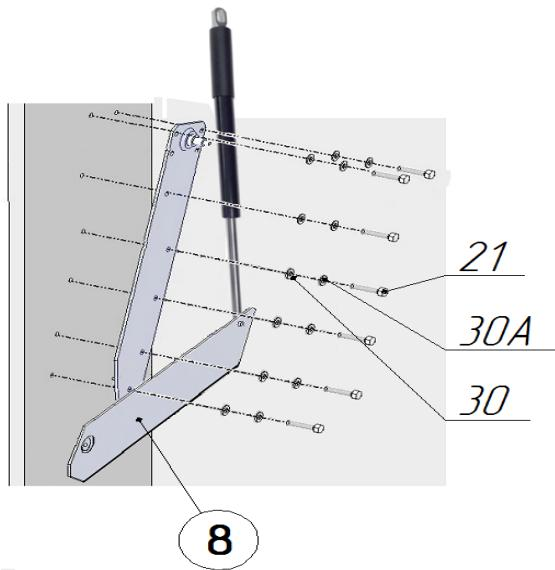

Рис.4.1 Слева
10) Присоединить к боковинам короба механизмы подъёма поз.7 и 8, используя болт M8x25 поз.21, шайбы Ø8x18 поз.30, шайбы стопорные d8 поз.30A (рис.4.1 и 4.2).
⚠ ВНИМАНИЕ!!! ШАЙБА СТОПОРНАЯ d8 ПОЗ. 30А ДОЛЖНА НАХОДИТЬСЯ МЕЖДУ ШАЙБОЙ Ø8x18 ПОЗ.30 И ГОЛОВКОЙ БОЛТА ПОЗ.21 (СМ. РИС. 4.1 И 4.2).